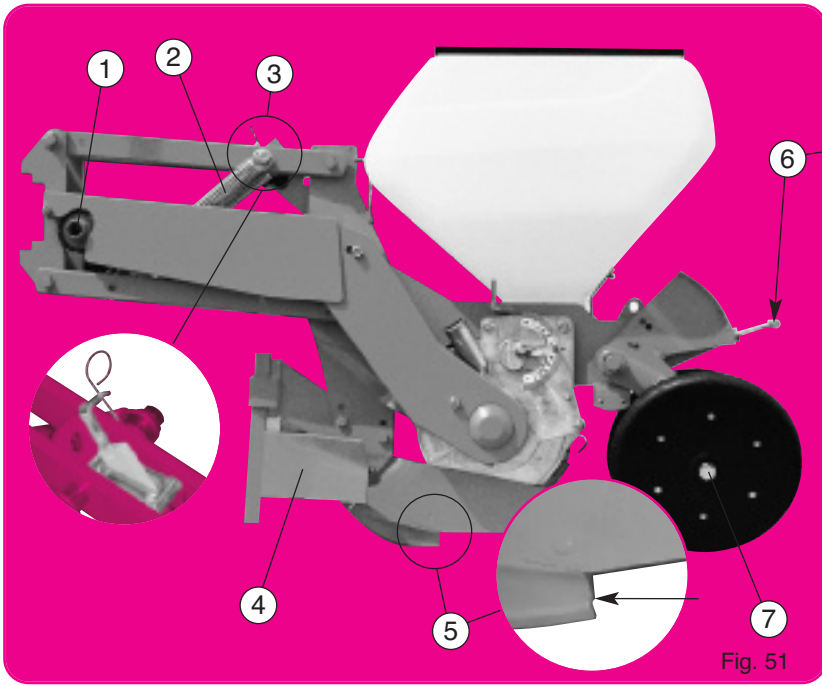

Fig. 51
Versión de base (fig. 51) Élément monté sur parallélogramme, terrage par le bloc arrière - système à crans (fig. 51 - 52) - chasse-mottes avant avec coutre - soc standard maïs - roues arrière inclinées autonettoyantes - trémie 40 litres
- ① Système de sécurité (fig. 51) : il provoque un crabotage sonore en cas de blocage de la distribution. Un arrêt est alors obligatoire (voir page 29). Graisser les dents du crabot à la mise en route pour faciliter les premiers déclenchements.
- ② Ressorts de parallélogramme : ils accentuent le poids de l'élément. En cas de trop forte pénétration, les ressorts peuvent être supprimés (1 ou les 2).
- ④ Chasse-mottes : doit travailler superficiellement pour éviter les risques de bourrages au niveau du boîtier ou de la chaîne.
- ⑤ Lorsque l'usure du soc atteint le stade du décrochement, le semis devient irrégulier : la pointe doit alors impérativement être remplacée.
- ⑥ Réglage du terrage (fig. 51 - 52) une jauge graduée facilite l'uniformité du réglage.
- ⑦ Réglage de l'écartement des roues maïs (fig. 51) : 2 bagues sur moyeux que l'on place, soit côté inférieur, soit côté extérieur, permettent d'obtenir 2 écartements à la base. Utiliser les roues réservées pour semis superficiels (1 à 3 cm).
- ⑨ Fig. 60 : Terrage sur roue avant, à partir de l'élément maïs (fig. 51), pour cette option, il est nécessaire de se procurer le kit (fig. 56) et la roue avant 300 x 100 (fig. 59). Commencer par déverrouiller le bloc tasseur arrière ⑫ du bras de réglage ⑬ (fig. 55), pour cela : enlever la broche ⑭ le bloc tasseur arrière ⑫ reste libre. Le secteur ⑮ reste fixé sur le corps ⑯ par la vis ⑰ en P2 (fig. 60). Monter le kit terrage par balancier (fig. 56) suivant schéma (fig. 60). La profondeur de mise en terre est obtenue en modifiant la position de la roue avant en actionnant le levier ⑱ (réglage par crans).
- ⑩ Fig. 60 : Terrage par balancier, à partir de l'élément maïs (fig. 51), pour cette option, il est nécessaire de se procurer le kit (fig. 56), la roue 300 x 100 (fig. 59) ou l'ensemble double-disques à roues 260 x 90 (fig. 61). Commencer par déverrouiller le bloc tasseur arrière ⑫ du bras de réglage ⑬ (fig. 55), enlever la broche ⑭, le bloc tasseur arrière ⑫ doit être solidaire du secteur ⑮ par la vis ⑰ en P3 (fig. 60). Monter la roue avant 300 x 100 ⑲ avec ses bras ⑳ et son chasse-mottes ㉑
Basic version (fig. 51) element mounted on a parallelogram, depth control via the rear unit, notch system (fig. 51 - 52) - Front clod remover with coulters - standard corn share - self-cleaning inclined rear wheels - 40 litre grain tank.
- ① Safety system (fig. 51) : this causes the clutch to sound in case of a blockage in the metering system. When this clutch sound is heard, stop the machine immediately (see page 29). The teeth of the clutch should be lubricated when restarting in order to make the first declutching easier.
- ② Parallelogram springs : these increase the element's weight. If the penetration is too great, the springs may be removed (one or both).
- ④ Clod remover : should work on the ground surface to avoid plugging at the metering box or chain.
- ⑤ When the shoe reaches this point of wear, sowing becomes irregular : the tip must then be replaced.
- ⑥ Adjustment of the depth (fig. 51 - 52) : a gradual scale makes it easier to set the unit at a uniform depth.
- ⑦ Adjustment of the spacing of corn press wheels (fig. 51) : placing the 2 bushings on the inside or the outside of the wheel hub allows for 2 basic widths. Use the narrow setting for shallow seeding (1-3 cm) (3/8 - 1 1/2").
- ⑨ Fig. 60 : Depth control on front wheel, using the corn element fig. 51. For this option you will need the kit (fig. 56) and the 300 x 100 front wheel. Start by detaching the rear seed firming unit ⑫ from the adjusting arm ⑬ (fig. 55). Remove the pin and the rear seed firming unit ⑫ will remain free. The sector ⑮ will remain secured to the body ⑯ via the P2 screw ⑰ (fig. 60). Assemble the swinging arm depth control kit (fig. 56) in accordance with the diagram (fig. 60). The planting depth is adjusted by changing the position of the front wheel using the lever ⑱ (adjusting through notches).
- ⑩ Fig. 60 : Depth control via swinging arm, using the corn element (fig. 51). For this option you will need the kit (fig. 56), the 300 x 100 front wheel (fig. 59) or the 260 x 90 double wheel assembly (fig. 61). Start by detaching the rear seed firming unit ⑫ from the adjusting arm ⑬ (fig. 55). Remove the pin and the rear seed firming unit ⑫ should remain attached to the sector ⑮ via the P3 screw ⑰ (fig. 60). Assemble the 300 x 100 front wheel ⑲ with its arms ⑳ and its clod remover ㉑
Versión de base (fig. 51) : elemento montado sobre paralelogramo, presión de ruedas por el bloque trasero sistema de muecas (fig. 51 - 52) - rompe-terrones delantero con cuchilla - reja estándar maiz - ruedas traseras inclinadas autolimpiantes - tolva 40 litros.
- ① Sistema de seguridad (fig. 51) : provoca un embrague sonoro al bloquearse la distribución. Entonces es preciso parar la máquina (véase página 29). Engrasar los dientes del embrague a la puesta en marcha con el fin de facilitar los primeros desenganches.
- ② Muelles de paralelogramo : acentúan el peso del elemento. En caso de demasiada penetración, los muelles pueden ser suprimidos (1 o los dos).
- ④ Quitaterrones : ha de trabajar superficialmente para evitar los riesgos de atascamiento en la caja o en la cadena.
- ⑤ Cuando el desgaste de la reja llega hasta el desprendimiento de la punta, la siembra entonces es irregular. Se debe cambiar la punta de reja imperativamente.
- ⑥ Regulación de enterramiento (fig. 51 - 52) una varilla de nivel graduada facilita la uniformidad de regulación.
- ⑦ Ajuste de la separación de las ruedas maiz (fig. 51) : 2 anillos montados en el cubo que se colocan en el lado exterior o en el lado interior, permiten obtener 2 separaciones de base. Utilizar las ruedas gemelas para siembras superficiales (1 a 3 cm).
- ⑨ Fig. 60 : presión sobre rueda delantera a partir del elemento maiz (fig. 51), para esta opción, es necesario usar el kit (fig. 56) y la rueda delantera 300 x 100 (fig. 59). Empezar quitando el bloque compactador trasero ⑫ del brazo de regulación ⑬ (fig. 55) quitar el pasador ⑭, el bloque compactador trasero ⑫ quedará libre. El sector ⑮ quedará fijo sobre el cuerpo ⑯ con el tornillo ⑰ en P2 (fig. 60). Montar el kit de presión de ruedas por balancín (fig. 56) según esquema (fig. 60). La profundidad de puesta en tierra se obtiene modificando la posición de la rueda delantera accionando la palanca ⑱ (regulación por muecas).
- ⑩ Fig. 60 : presión de ruedas por balancín a partir del elemento maiz (fig. 51), para esta opción, es necesario usar el kit (fig. 56), la rueda 300 x 100 (fig. 59) o el conjunto de doble disco de ruedas 260 x 90 (fig. 61). Empezar quitando el bloque compactador trasero ⑫ del brazo de regulación ⑬ (fig. 55), quitar el pasador ⑭, el bloque compactador trasero ⑫ debe ser solidario con el sector ⑮ mediante el tornillo ⑰ en P3 (fig. 60). Montar la rueda delantera 300 x 100 ⑲ con sus brazos ⑳ y su rompe-terrones ㉑
Versión base (fig. 51) : elemento montado su paralelogramma, rinalzo con blocco posteriore, sistema a denti (fig. 51-52) - rompi-zolla anteriore con coltro - Vomere standard maiz - ruote posteriori inclinate autopulenti - tramoggia 40 litri.